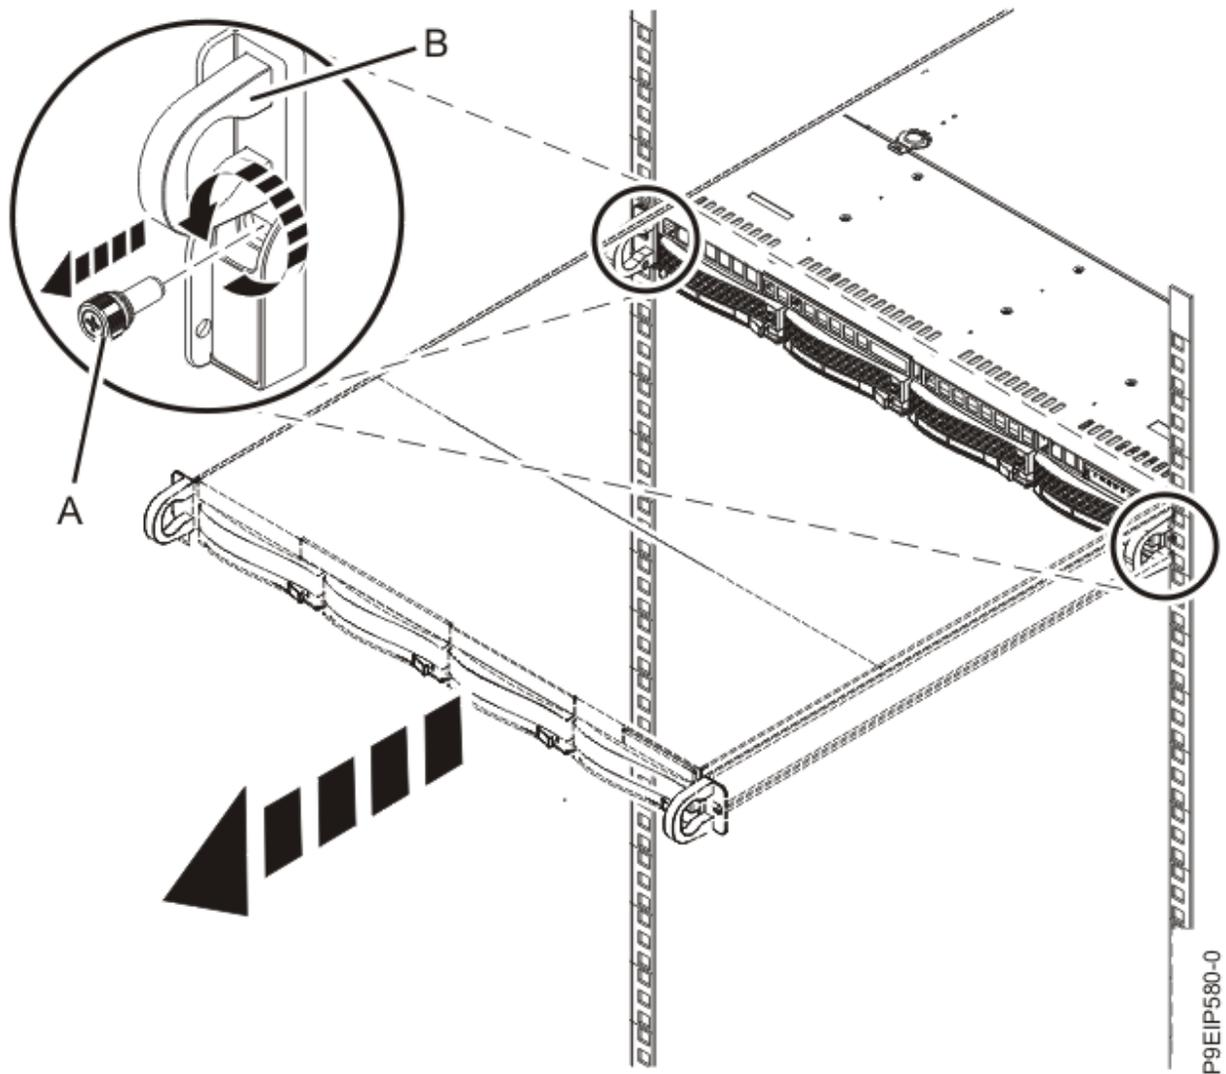

Abbildung 71. Vordere Schrauben entfernen und System aus dem Rack ausbauen
2. Entfernen Sie die vorderen Schrauben **(A)**, mit denen das System an den Seiten am Rack befestigt ist (siehe Abbildung 71 auf Seite 97).